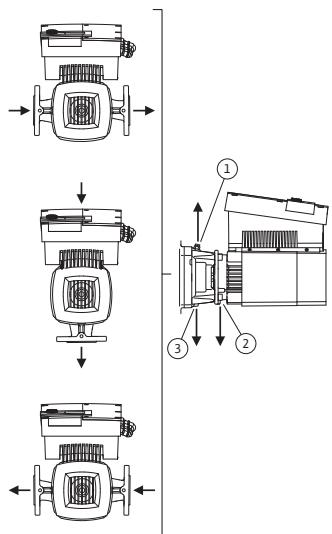

Fig. 23: Sallitut asennusasennot, vaakasuuntainen moottoriakseli
Sallitut asennusasennot, kun moottoriakseli on vaakatasossa ja elektroniikkamoduuli ylöspäin (0°), on esitetty kuvassa Fig. 23. Esitetynä ei ole sallittuja asennusasentoja sivuttain asennetulla elektroniikkamoduulilla ($+/- 90^\circ$). Kaikki muut asennusasennot paitsi "elektroniikkamoduuli alas päin" (-180°) ovat sallittuja. Pumpun ilmaus on varmaa vain silloin, kun ilmausventtiili osoittaa ylöspäin (Fig. 23, pos. 1). Vain tässä asennossa (0°) voidaan syntyvä kondenssivesi johtaa tehokkaasti pois porattujen aukkojen, tiivistelaipan (Fig. 23, pos. 3) ja moottorin (Fig. 23, pos. 2) kautta. Irrota sitä varten moottorilaipan tulppa (Fig. 7, pos. 7a).